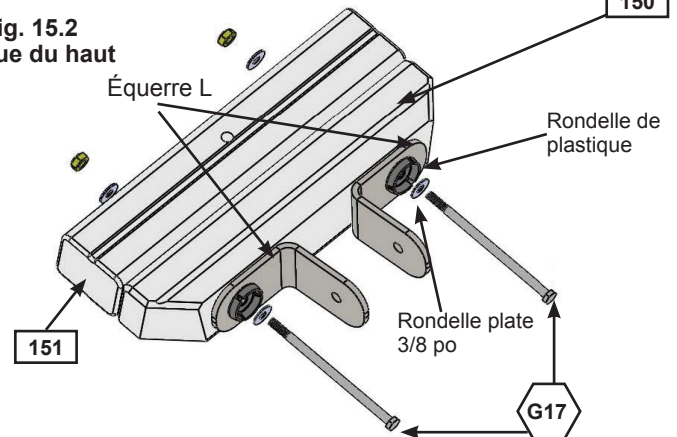

Fig. 15.3
B : Fixez 3 (WB7) boulons à tête mince 5/16 x 3 po (avec rondelle plate et écrou en T) dans les trois trous de chaque (152) poteau de balançoire, tel que montré sur la fig. 15.3. **IMPORTANT! ASSUREZ-VOUS DE FIXER LES 6 BOULONS POUR RÉDUIRE LA GERCE DU BOIS.**